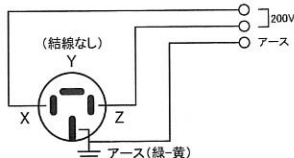

図2. 付属プラグ接続方法(三相200V)
そのまま差し込みます。(配線は図2を参照してください。)
- 注 本体側の接続方法は図2を参照してください。
- ②100V接続は市販プラグをお買い求めの上、100V端子に接続します。